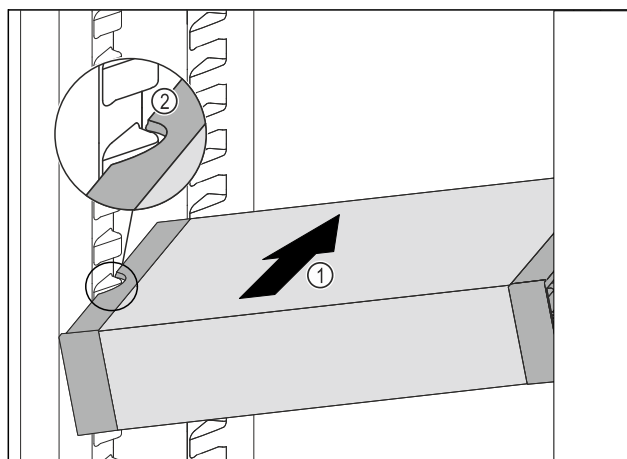

Fig. 228
- Zasuňte VarioSafe do chladničky pod úhlem tak Fig. 228 (1), aby vybrání na bocích Fig. 228 (2) VarioSafe byla na úrovni žebrování na nádoby v chladničce.